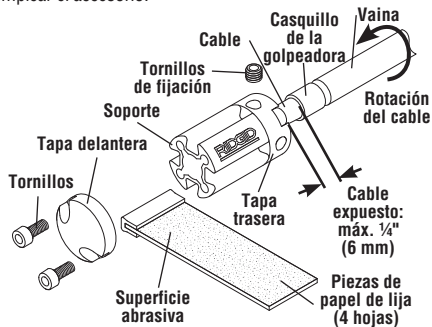

Figura 1 – Accesorio lijador FlexShaft de RIDGID®
Los accesorios lijadores para máquinas FlexShaft de RIDGID® se usan para la limpieza final de las paredes de tubos (por ejemplo, antes de revestirlos), o para finalizar la rehabilitación de tubos y laterales después del revestimiento (Figura 1).
1. Extraiga los dos tornillos de la tapa delantera y quite la tapa. (Vea la Figura 1.)